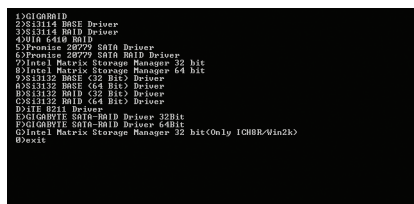
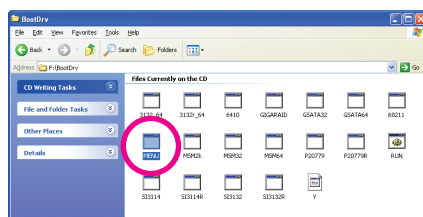

図 2
図 3
ステップ2: コントローラメニュー(図 2)が表示されたら、起動ディスクを取り出し空のフォーマット済みディスクを挿入します。メニューから対応する文字を押して、コントローラドライバを選択します。たとえば、図2のメニューから、Windows 32 ビットオペレーティングシステムの場合 (7) Intel Matrix Storage Manager 32 bit を、Windows 64 ビットの場合 (8) Intel Matrix Storage Manager 64 bit を選択します。
代替システムを使用して、マザーボードドライバディスクを挿入します。光ドライブフォルダから、BootDrv フォルダで MENU.exe ファイルをダブルクリックします(図 3)。図 2 に似たコマンドプロンプトウインドウが表示されます。